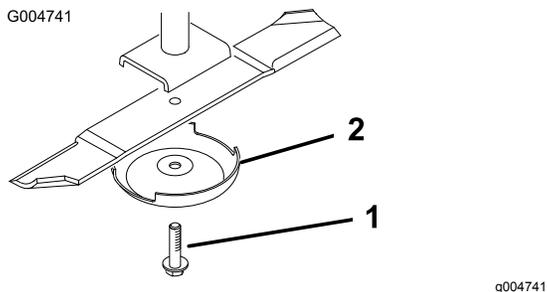

Рисунок 90
3. Снимите болт ножа, защитный колпак и нож с вала шпинделя (Рисунок 90).